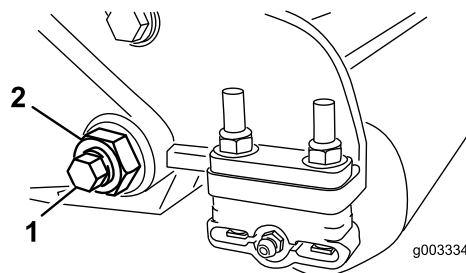
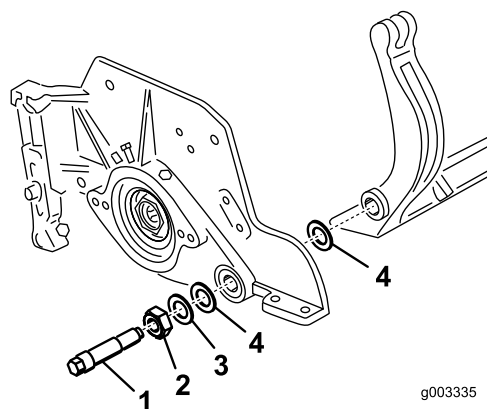

Figura 27
Figura 28
3. Su ciascun lato della macchina, allentate il dado di bloccaggio che fissa il bullone della barra di appoggio (Figura 27).
4. Togliete ciascun bullone della barra di appoggio consentendo alla barra di appoggio di essere tirata verso il basso e rimossa dal bullone della macchina (Figura 27). Considerate 2 rondelle in nylon e 1 rondella in acciaio stampato su ciascun lato della barra di appoggio (Figura 28).
2. Fissate la barra di appoggio su ciascuna piastra laterale mediante gli appositi bulloni (dadi sui bulloni) e 6 rondelle. Una rondella in nylon deve essere posizionata su ciascun lato della flangia di estremità della piastra laterale. Posizionate una rondella in acciaio all'esterno di ciascuna rondella in nylon (Figura 28). Serrate i bulloni a 37-45 Nm. Serrate i dadi di bloccaggio finché la rondella in acciaio esterna non cesserà di ruotare e il gioco di estremità verrà eliminato, ma non serrate eccessivamente o